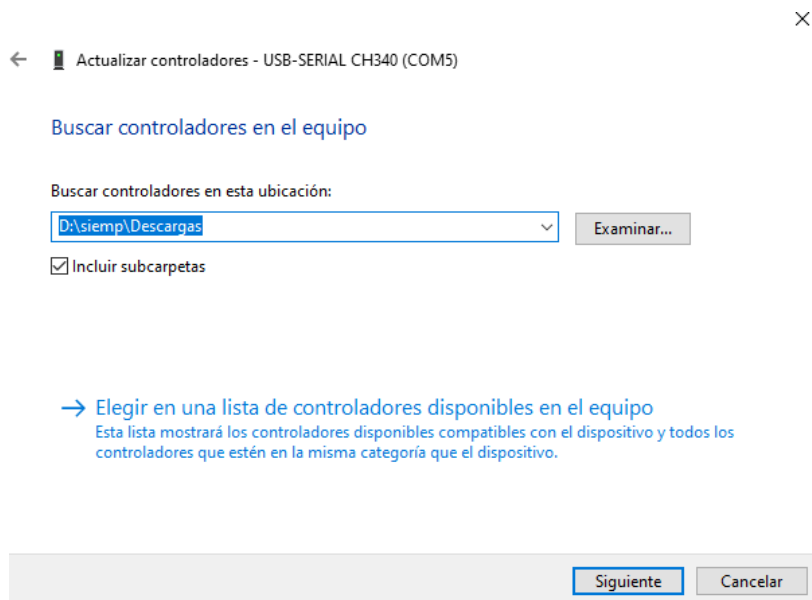

Figura B.6: Examinar computadora para localización de controlador.
5. Aparecerá la ventana de la Figura B.6. Dar clic en el botón *Examinar...* para la búsqueda del controlador.
7. Finalmente, el sistema regresará a la ventana de la Figura B.6. Dar clic en el botón *Siguiente* y aparecerá una ventana de espera (Figura B.8).